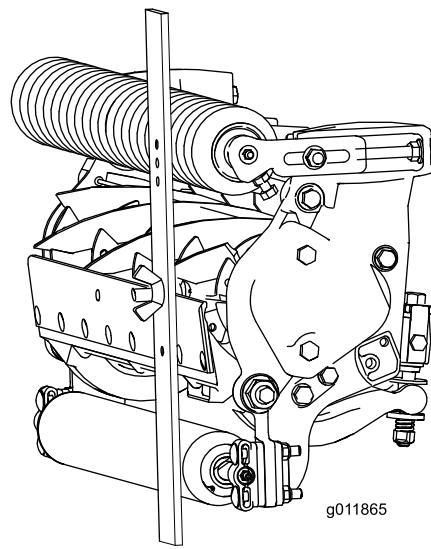

Рисунок 16
3. Зацепите головку болта за режущую кромку неподвижного ножа и расположите задний конец планки на заднем валике (Рисунок 16).
4. Поворачивайте регулировочный болт до тех пор, пока передний валик не коснется измерительной планки (Рисунок 16). Регулируйте оба конца валика до тех пор, пока весь валик не станет параллельно неподвижному ножу.